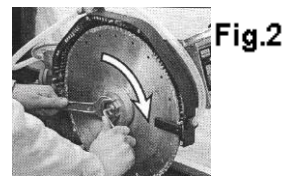

Fig.2
- Monteer een diamantschijf in de correcte draairichting, door middel van de centrale moer op de motoras. (!!Linkse schroefdraad!! Zie Fig. 2)